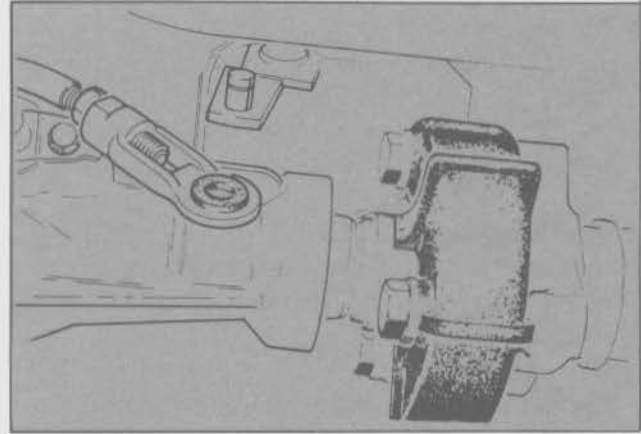

Fig. 134 - Separación de la varilla selectora del mecanismo
- Retirar el clip de retención y desconectar la varilla selectora de su punto de anclaje (Fig. 134).